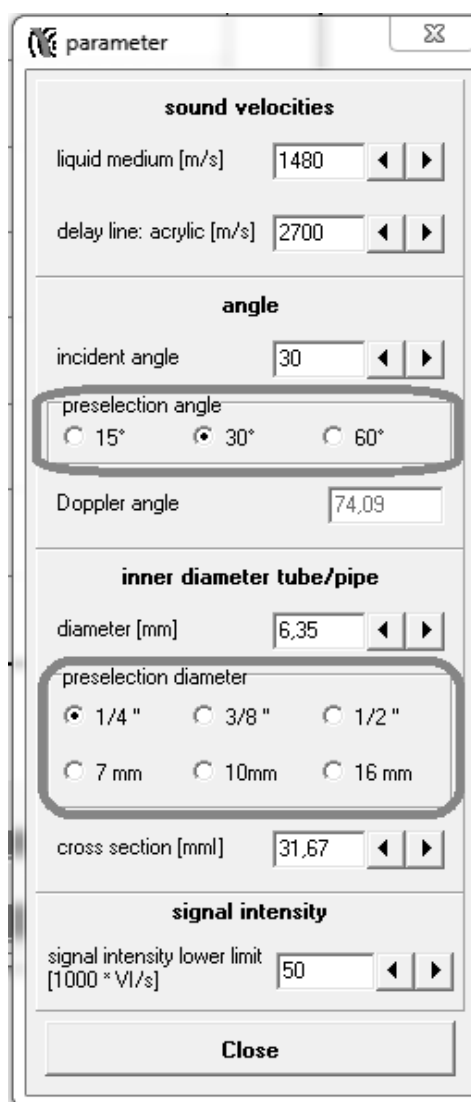

Рис. 49. Вкладка «parameter»
6. В программе FlowView во вкладке «parameter» выберите диаметр трубки (1/4") и угол (30°) (рисунок 49).